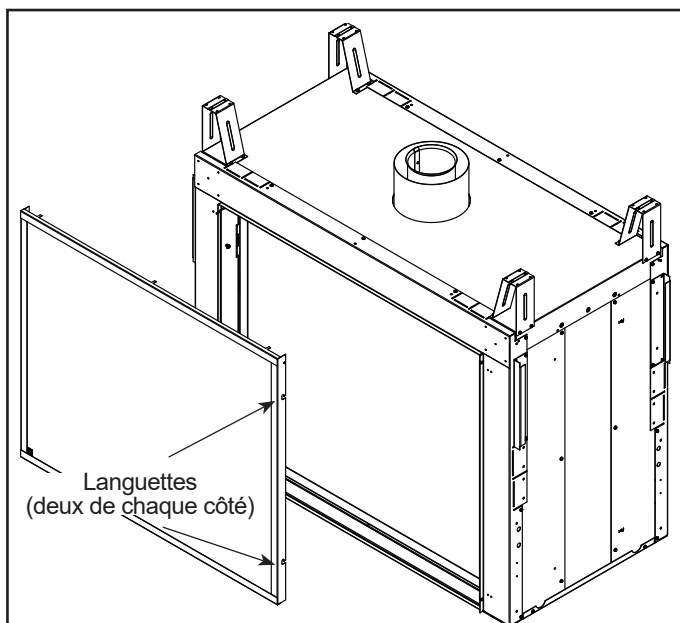

Figure 10.19
2. Alignez les quatre fentes situées sur les côtés du cadre de l'écran (deux en haut, deux en bas) *Figure 10.19* avec les boulons à épaulement correspondants sur la boîte à feu *Figure 10.19*.